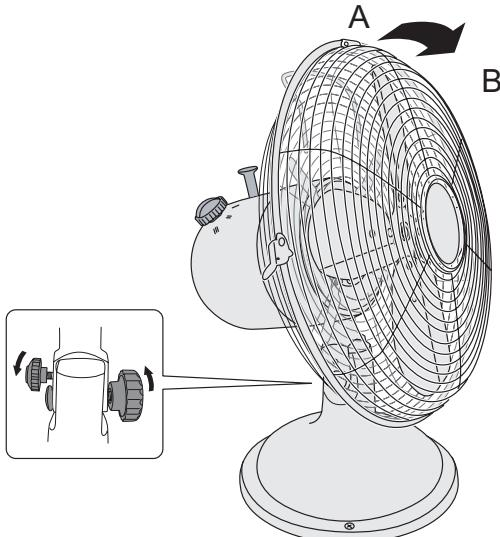

Figure 2
2. Réglez la direction souhaitée du courant d'air (voir la figure 2). Le ventilateur offre les possibilités suivantes:
- a. dirigé droit vers l'avant (situation A) ou légèrement vers le bas (situation B). Desserrée les visse de sécurité. (voir la figure 2) Faites tourner la corbeille du ventilateur et le bloc moteur dans le plan vertical pour obtenir la position désirée. (sous un angle de 10 °) Serré les visse de sécurité.